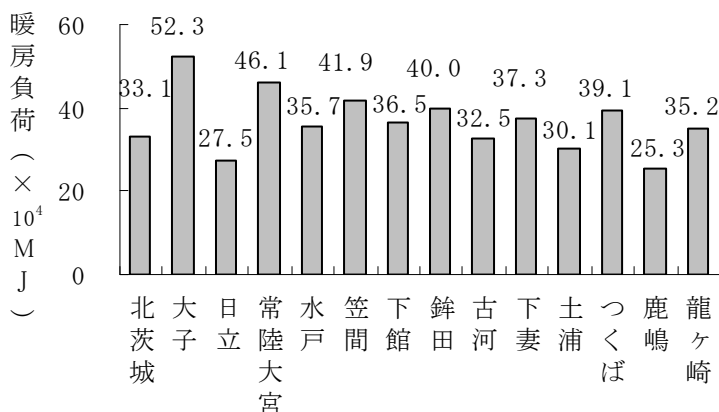

図3 県内14ヶ所の気象観測所所在地の暖房負荷
- 3) 暖房負荷は気温や日射量の平年値を基に算出され、茨城県内でも場所によって異なる。例えば、暖房負荷が最も高い大子では、最も低い鹿嶋の約 2 倍となる(図 3)。